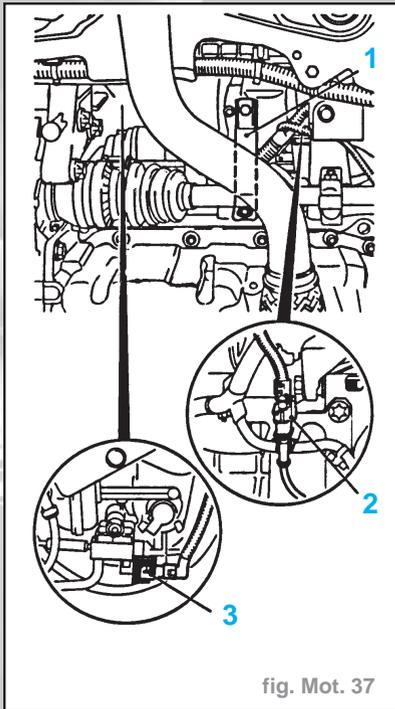
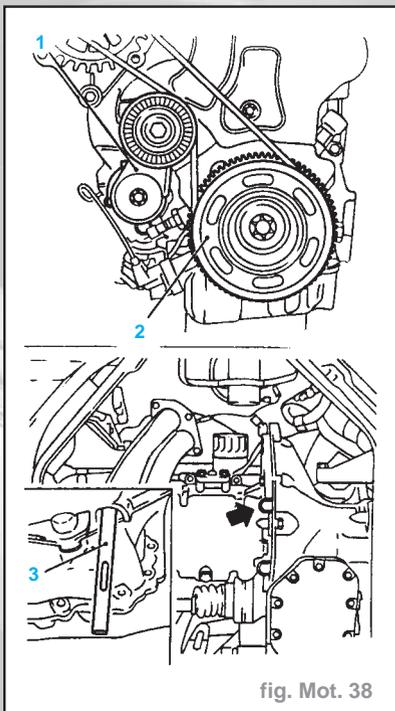

fig. Mot. 37
fig. Mot. 38
- Déposer la vis de fixation supérieure de l'alternateur (1). Pivoter l'alternateur vers l'arrière.
- Déposer le support de collecteur d'admission (1) du collecteur d'admission et le desserrer du bloc-cylindres. Faire pivoter le support vers le côté (fig. Mot. 37).
- Déconnecter ou retirer la fiche de faisceau de câbles du capteur d'impulsions de vilebrequin (2) et la fiche de faisceau de câbles de l'électrovanne des clapets d'inversion (3) (sur X18XE1).
- Déposer le dispositif tendeur de la courroie trapézoïdale nervurée (1) du support de fixation de l'alternateur (fig. Mot. 38).
- Placer l'outil KM-911 (3) dans l'orifice et fixer le volant-moteur ou la couronne démarreur.
- Déposer la poulie d'accessoires (2) du vilebrequin.